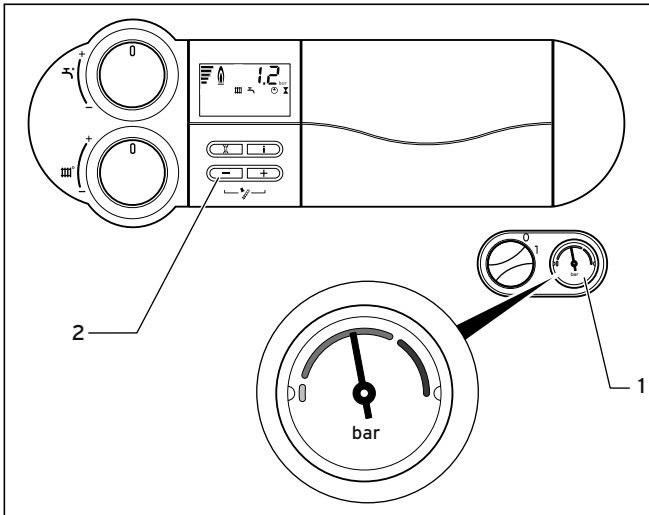

Abb. 6.2 Fülldruck der Heizungsanlage prüfen
Für einen einwandfreien Betrieb der Heizungsanlage muss das Manometer (1) bei kalter Anlage in der oberen Hälfte des dunkelgrauen Bereichs stehen (siehe Abb. 6.2). Dies entspricht einem Fülldruck zwischen 100 und 200 kPa (1,0 und 2,0 bar).